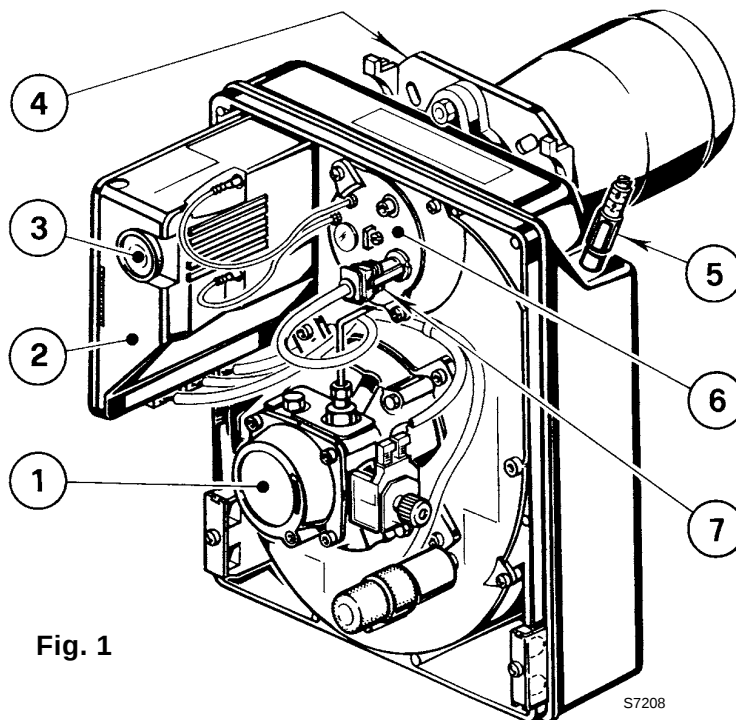

Fig. 1
- › Effectuer le nettoyage de la cellule photorésistance, (7, fig. 1, page 1).
Un défaut, dans la grande majorité des cas, se traduit par l'allumage du signal sur le bouton de réarmement manuel de la boîte de commande et de contrôle (3, fig. 1, page 1).